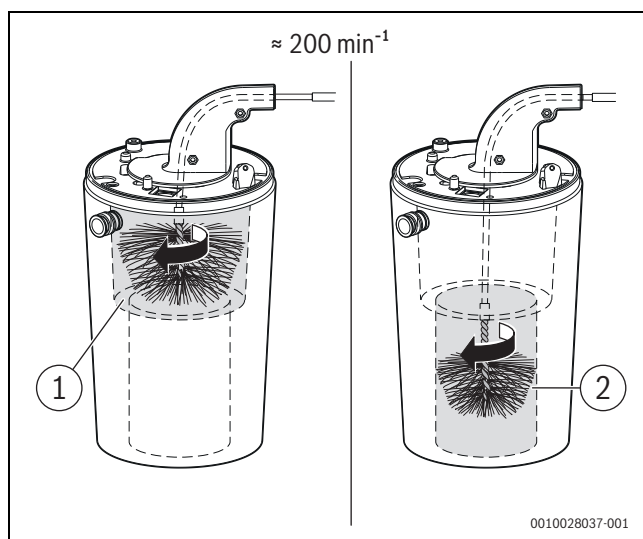

Fig. 65 Curățarea blocului de căldură (aprox. 200 min^{-1} , rotirea se realizează numai în sensul mișcării acelor de ceasornic)
- Repetați procesul pentru secțiunea inferioară, folosind o perie de dimensiuni mici (→ Fig. 65, [2]).